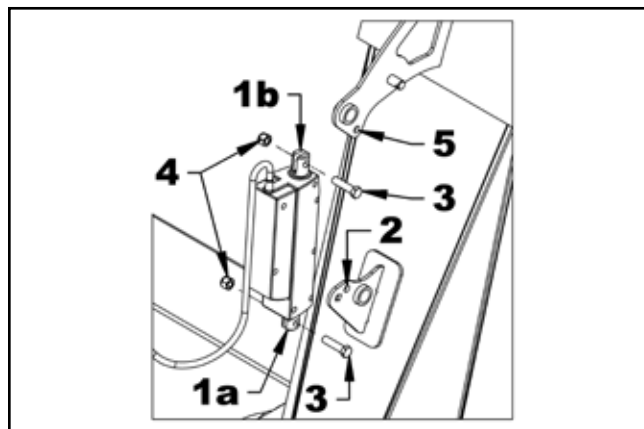

Figure 38. Fixer l'actionneur électrique
2. Figure 38 : Fixez la tige de l'actionneur électrique (1a) à la base de la goulotte (élément 2) à l'aide d'un boulon hexagonal de 3/8 po x 1-1/2 po et d'un contre-écrou à insert en nylon (3, 4). Fixez le côté base du cylindre électrique (1b) au déflecteur (5) à l'aide d'un boulon hexagonal de 3/8 po x 1-1/2 po et d'un contre-écrou à garniture en nylon (3, 4). Ne serrez pas trop les boulons afin de permettre le libre mouvement du cylindre électrique.